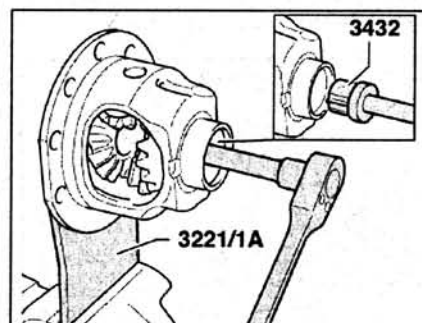

Рис. 4.100. Снимите сателлиты с упорными прокладками.
7. Снимите сателлиты с упорными прокладками (рис. 4.100).